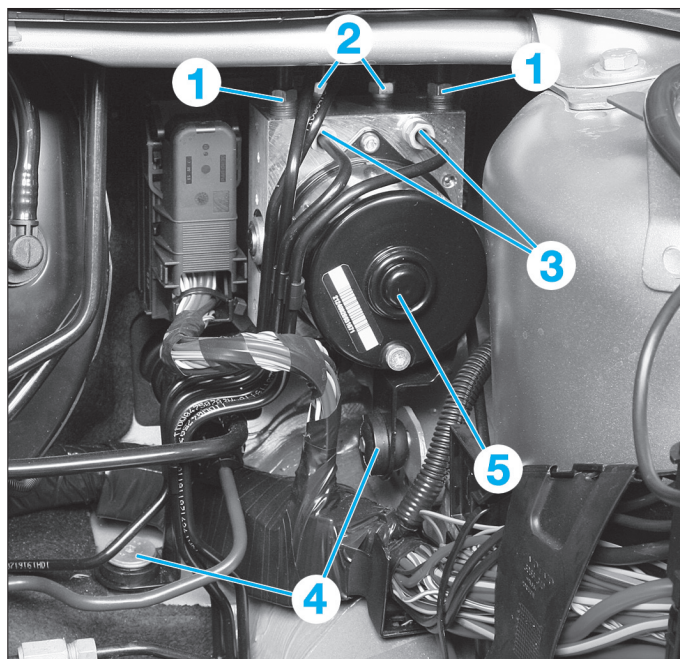

FIG. 21
- les canalisations (1) sur le maître cylindre et le bloc hydraulique ABS (Fig.21).
- les canalisations (2) des freins avant sur le bloc hydraulique ABS et leur raccord.
- les canalisations (3) des freins arrière sur le bloc hydraulique ABS et leur raccord.